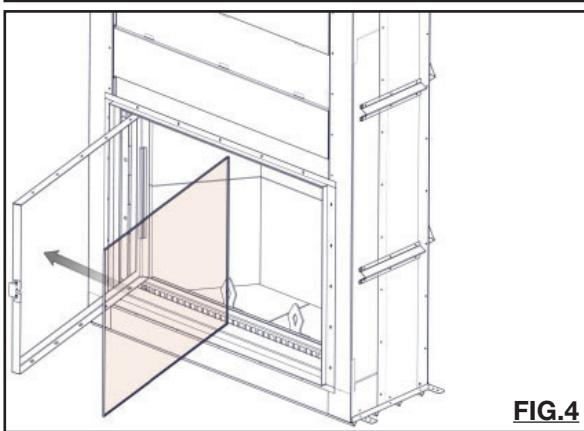

FIG.4
- Réinstallez la vitre à l'intérieur du cadre de porte. **(FIG.4)**